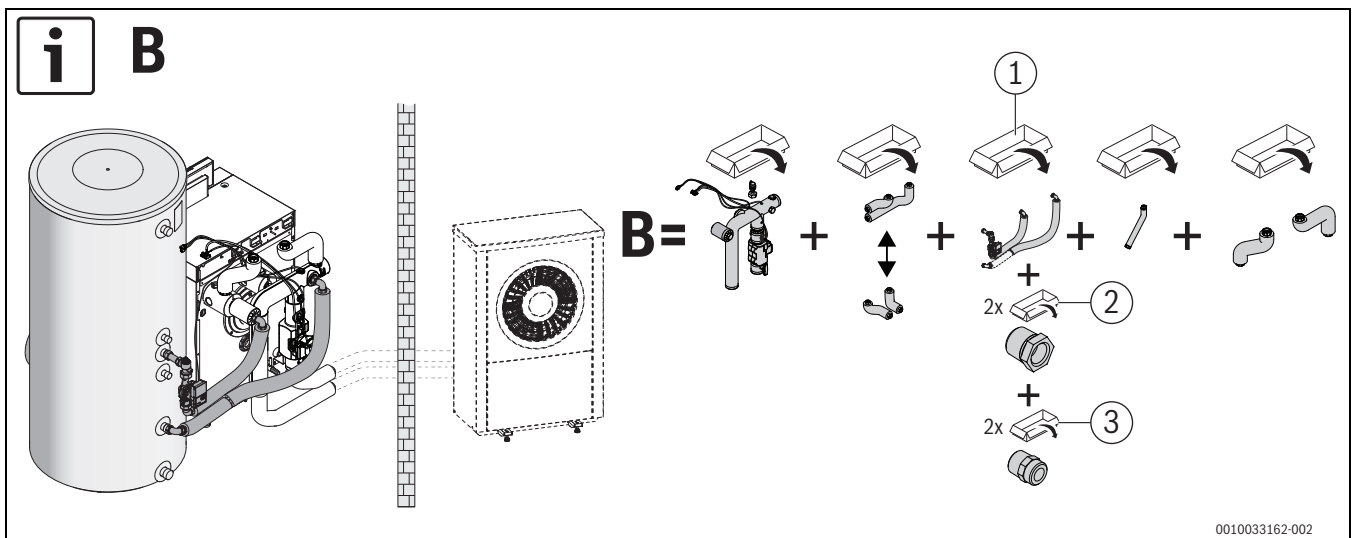
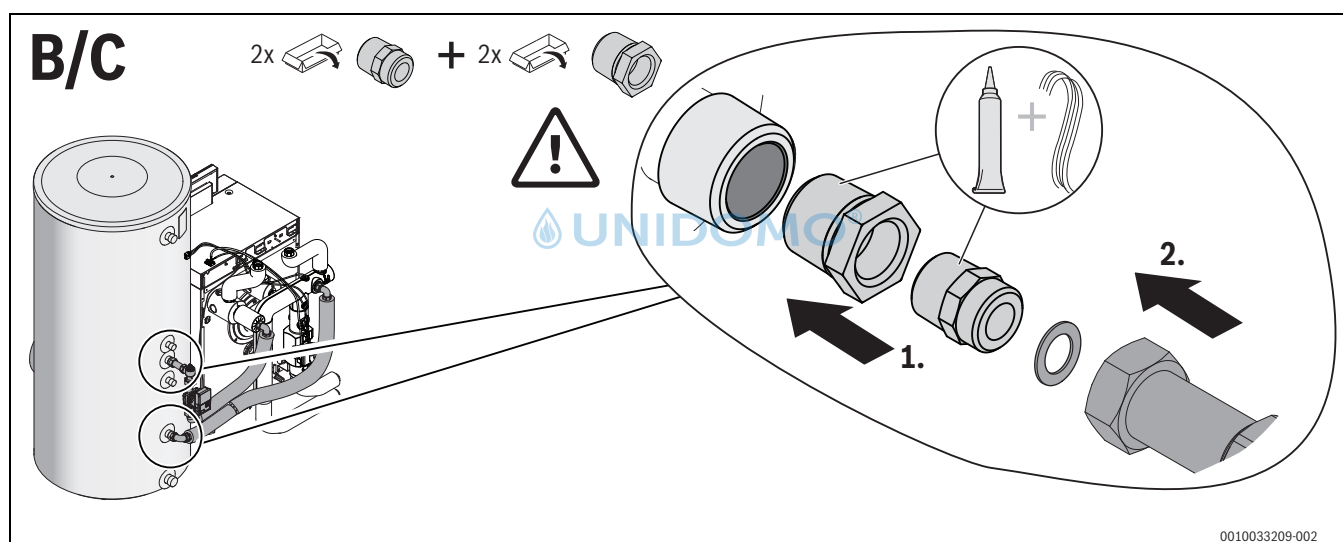

Bild 13 Speicherverbindung stehender Speicher rechts, Variante B, beispielhaft dargestellt für Kesselgröße 15 kW
Bild 15 Montage Speicherverbindung stehender Speicher, Varianten B und C
- Rohrgruppe entsprechend der vorgesehenen Varianten (→Bild 13 – Bild 15) montieren (→separate Installationsanleitung des Speicherverbindungs-Sets beachten); **Varianten B, C.**